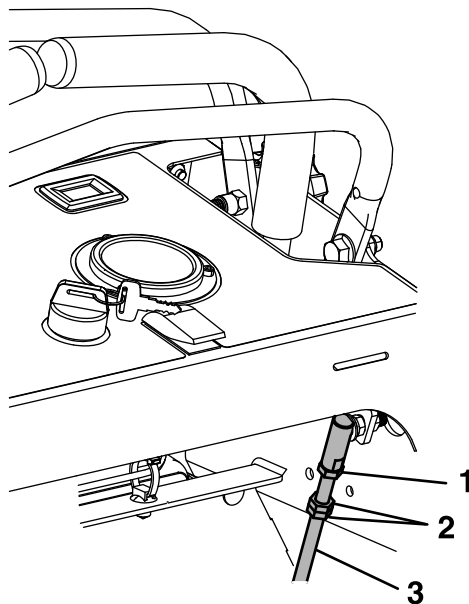

Figura 45
6. Afloje la contratuerca superior de la base de la articulación esférica, como se muestra en la Figura 45. Ajuste la longitud de la varilla de control girando las dos contratuercas. Para aumentar la distancia, gire la varilla de control en sentido antihorario. Para reducir la distancia, gire la varilla de control en sentido horario.
5. Afloje la contratuerca superior del extremo superior de la articulación esférica de la palanca que debe ser ajustada (Figura 45).